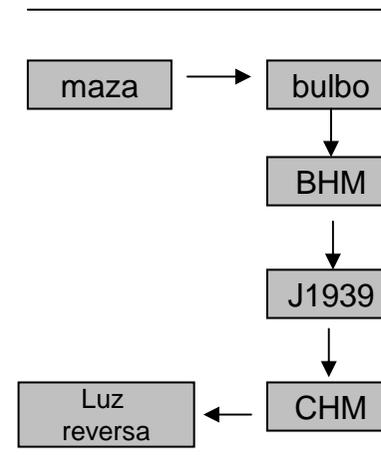

Figura 10 . Luz reversa
**Negativos bulbo.----BHM ---- Red j1939– CHM--- Consumidores , Ver figura 10.**